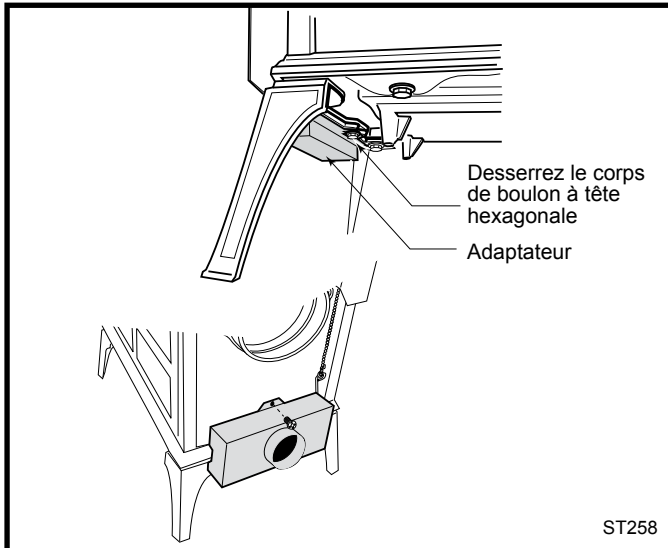

Fig. 24 Fixation de l'adaptateur à la plaque de fond du poêle.
3. Si vous n'installez pas d'écran pare-chaaleur arrière, servez-vous de la vis à empreinte cruciforme pour fixer la bride supérieure de l'adaptateur au poêle à l'emplacement du trou d'où vous avez retiré la vis à l'étape 1. (Fig. 24) Dans le cas contraire, il faut poser une entretoise pour écran pare-chaaleur à cet emplacement (voir la rubrique Installation de l'écran pare-chaaleur arrière ci-dessous).